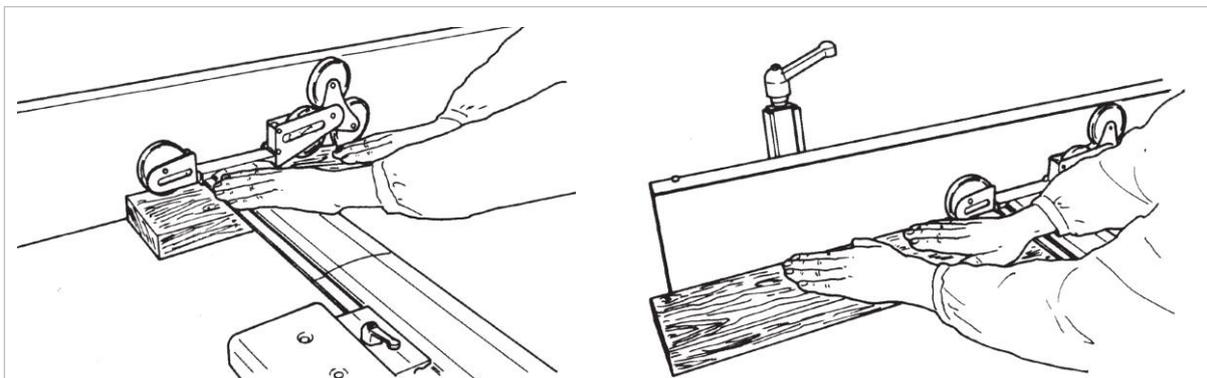

Abbildung 8: Abrichthobeln flacher und breiter Werkstücke
- Durch Positionieren der Räder in Vertikalstellung (siehe ⇒ Abbildung 8) erfolgt der Brückenhub automatisch bis zu einer Höhe von maximal 75 mm durch den Werkstückvorschub.